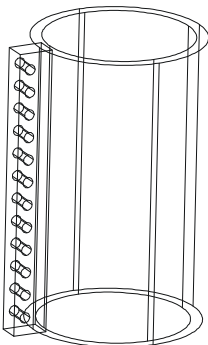

图 9-4-8
STEP 01 把视图转到俯视图中，将螺栓座移动到圆桶内壁下部分，如图 9-4-8 所示。